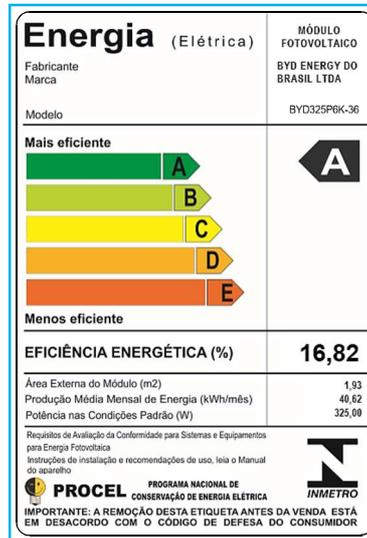

Figura 4 – Etiqueta de eficiência Inmetro.
Indica a classificação do produto e sua eficiência energética (%). Além disso, contém informações importantes referentes a sua geração, como: média mensal de energia (kWh/mês), potência em condições padrão (W) e a área externa do módulo (m²). A Figura 4 demonstra esse modelo de etiqueta.